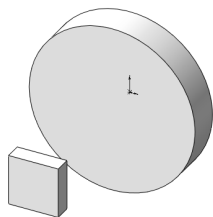

图 3-33 打开初始文件
(1) 打开配书光盘中的初始文件“Z3L1.prt”, 如图 3-33 所示。
(2) 单击【特征】工具栏上的【边界凸台/基体】按钮 , 出现【边界】对话框。